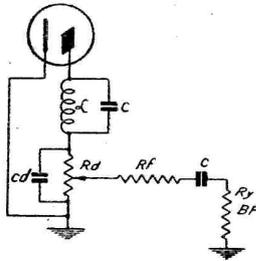

Fig. 7
- c) Schéma fig. 7. — La résistance de charge du tube diode est en série dans l'espace cathode-anode du diode.
MONTAGE FIGURE 7
En l'absence de signaux, le point de fonctionnement se fixe en P. Cette position dépend de la valeur de la résistance de charge (R_d — fig. 7). En effet, le courant fourni par le diode crée une chute de tension dans R_d , l'anode tend donc à être négative. Le point P reculera d'autant plus vers la gauche que R_d sera plus élevée.
Sans doute pourrait-on reprocher au système fig. 7 d'atténuer les fréquences très élevées du courant téléphonique... Ce qui serait exact. Mais cela nous importe peu, nous nous arrangerons, par la suite, pour donner à ces fréquences, et au delà s'il le faut, ce que nous leur avons fait perdre...